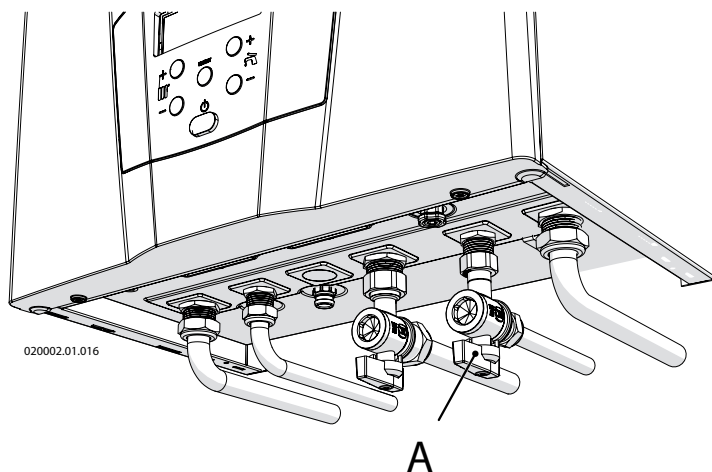

Figura 6-16 - selettore portata acqua calda sanitaria
- 5 - se la temperatura dell'acqua è troppo fredda occorre ridurre la portata attraverso il selettore "A" di figura 6-16, fino al raggiungimento della temperature desiderata.